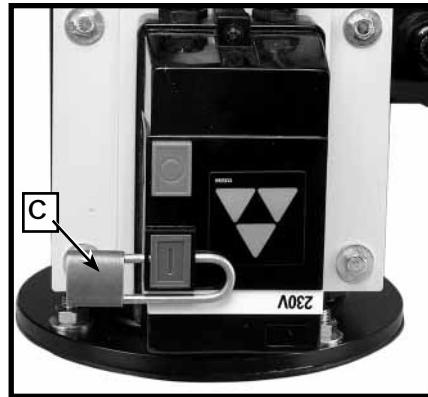

Fig. 18
**IMPORTANT :** lorsque l'appareil n'est pas utilisé, verrouiller le bouton de démarrage (A) fig. 17, pour empêcher toute utilisation non autorisée, en passant un cadenas (C) fig. 18, muni d'une boucle de 4,75 mm (3/16 po) de diamètre, dans le trou au côté du bouton.